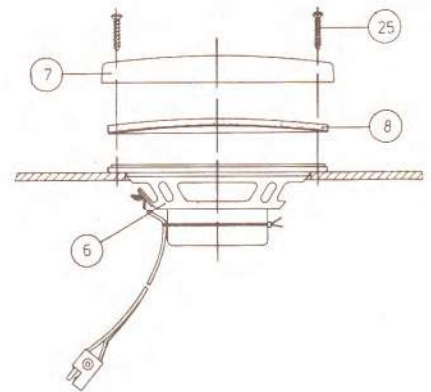

Fig. 5
- f) Gerätesicherung in Sicherungsdose einsetzen. Sicherungsdose im Hauptsicherungskasten in die dafür vorgesehene Kabel einstecken (Fig. 5). Vorgesehene Kabel (rot/grün) sind im Sicherungskasten am Kabelbaum eingebunden. Die Sicherungsdose wird mittels vorhandener Klemme,
- e) Fasten the existing earth ground cable (brown) by means of screw (pos. 22) to the radio.
- f) Insert the radio fuse into the fuse-box. Plug the fuse-box into the provided cables of the main fuse box (fig. 5). The intended cable (red/green) is bound in the fuse-box on the laced wiring harness. The fuse-box is fastened onto the front side of the